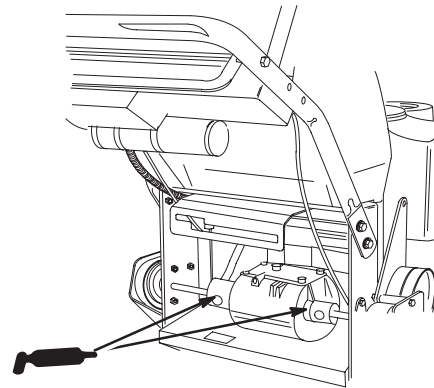

Bild 31
1. Fetten Sie die Kupplungen am Getriebe hinten an der Maschine (Bild 31).